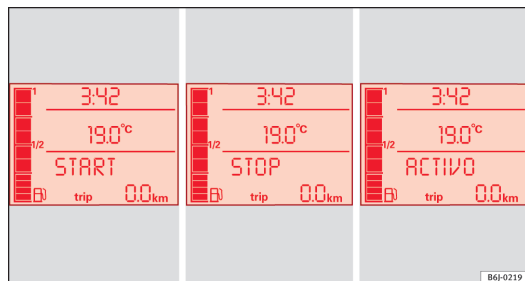

Fig. 109 Indication sur l'écran du tableau de bord durant le fonctionnement Start-Stop.
- L'écran du tableau de bord affiche des informations concernant l'état du fonctionnement Start-Stop ⇒ **fig. 109**.